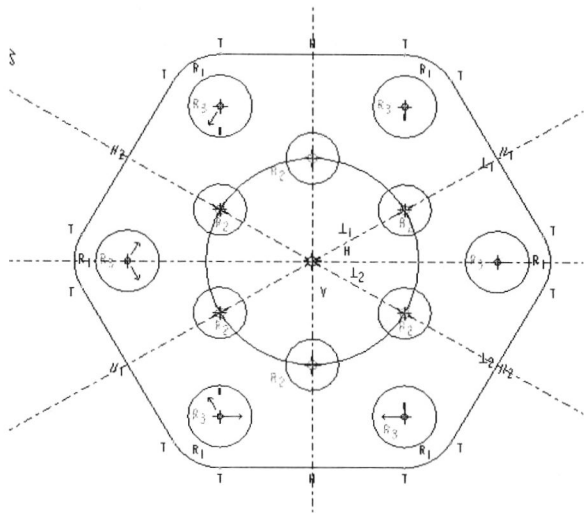

图 1-21 绘制法兰盘截面圆孔
Step1 单击“草绘器工具”工具栏中的“圆心和点”按钮 ，在圆与中心线交点处绘制 6 个直径为 50 的圆，在倒角圆弧的圆心处绘制 6 个直径为 60 的圆，绘制的法兰盘截面圆孔如图 1-21 所示。
Step2 单击“草绘器工具”工具栏中的“显示尺寸”按钮 ，图 1-21 中的图形将隐藏标注尺寸，再次单击，则重新显示标注尺寸。